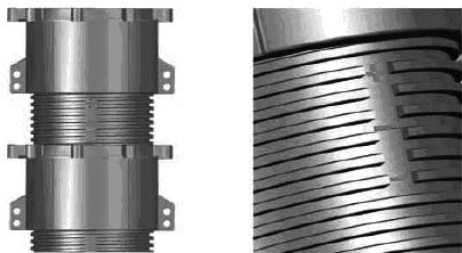

图7 螺纹高低调整示意图
(1) 依据施工大样图及工程实际尺寸,弹十字控制线、水平标高线、石材铺装线,然后根据石材铺装线摆放YKL®易卡联万能支撑器位置,进行试排。
(2) YKL®易卡联万能支撑器高度调节:左右旋转各组件调节至所需高度,需要在“+、-”指示范围内调整,不要旋得过紧或旋出指示范围,具体见图7。
(3) 核对石材与墙面、灯带、洞口等部位的相对位置。